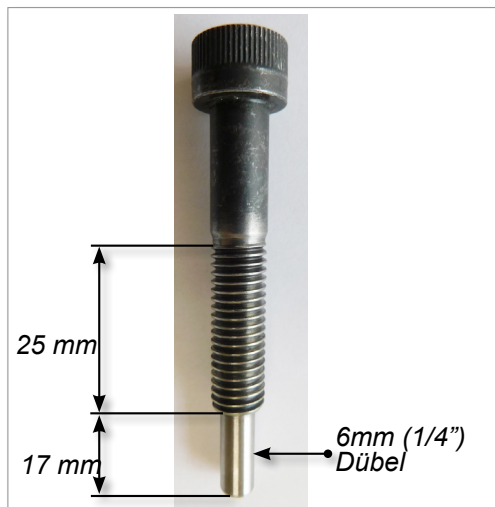

Abbildung 5-83 M10-1.5 Klinkenschraube (SHCSM10X50-A)
- M10-1.5 Klinkenschraube (SHCSM10X50-A) – siehe Abbildung 5-83